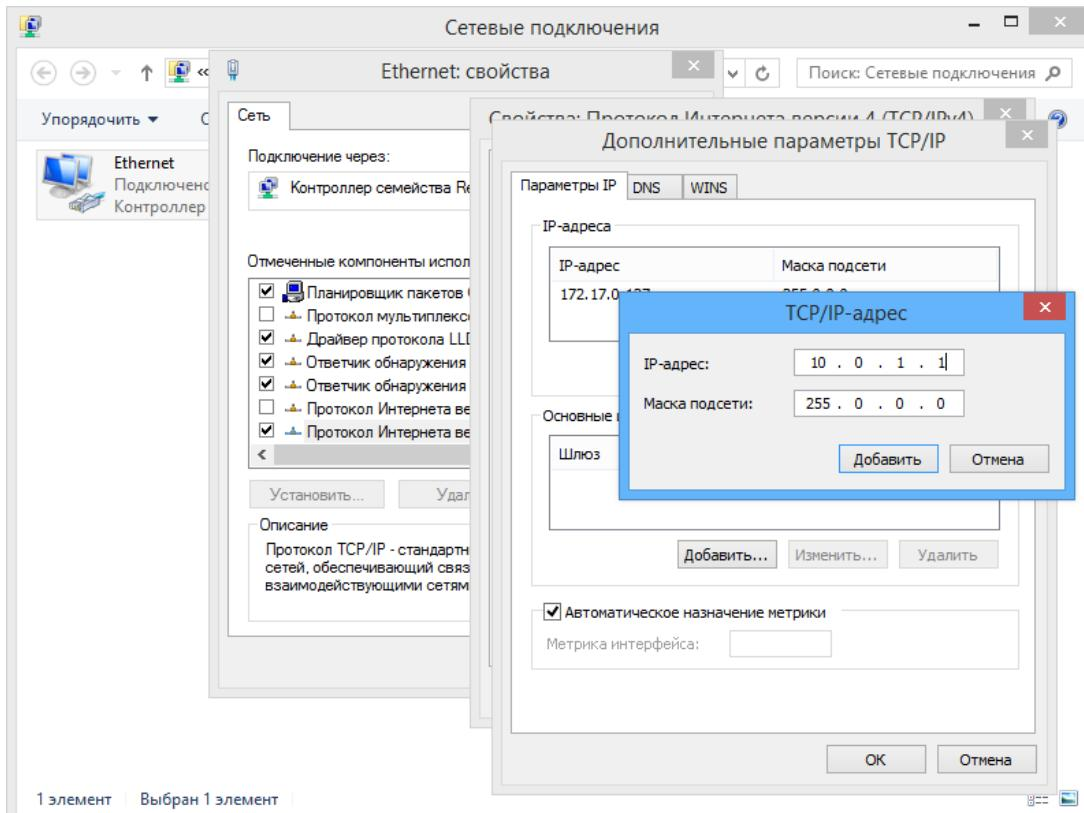

Рисунок 14. Добавление IP-адреса ПК
- Отсутствуют сетевые настройки в компьютере** – установите IP-адрес и маску подсети компьютера. Контроллер при этом должен быть подключен либо непосредственно к сетевому разъему сетевой карты компьютера, либо к тому же Hub/Switch, в который включен компьютер (см. рис. 14).